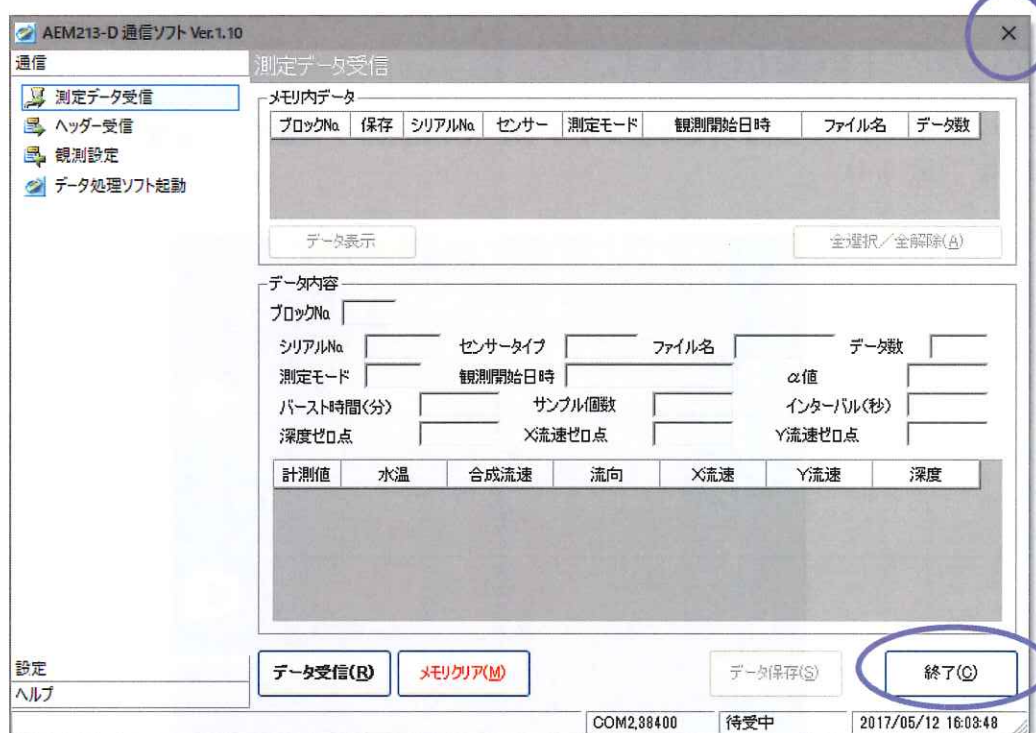

図 3.2 通信処理ソフトを終了する
- (1) 各ボタンのいずれかをクリックします。(図 3.2)